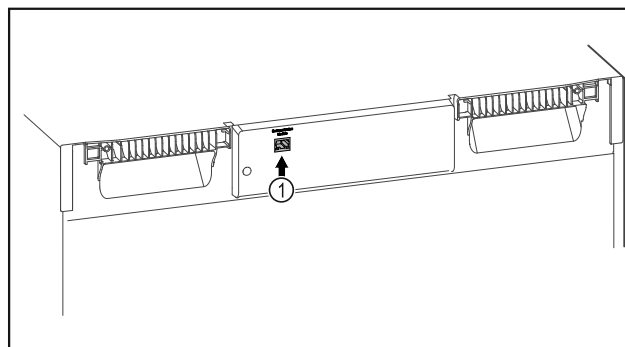

Fig. 99
- Vstavljen je SmartModule Fig. 99 (1).